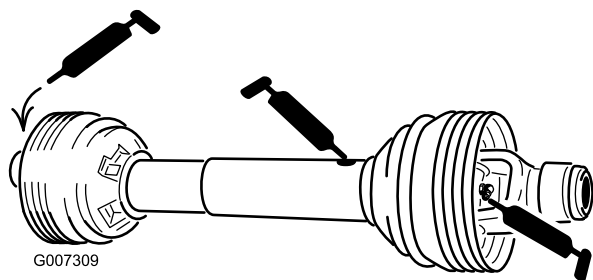

Figura 30
Albero della presa di forza (3) (Figura 30)